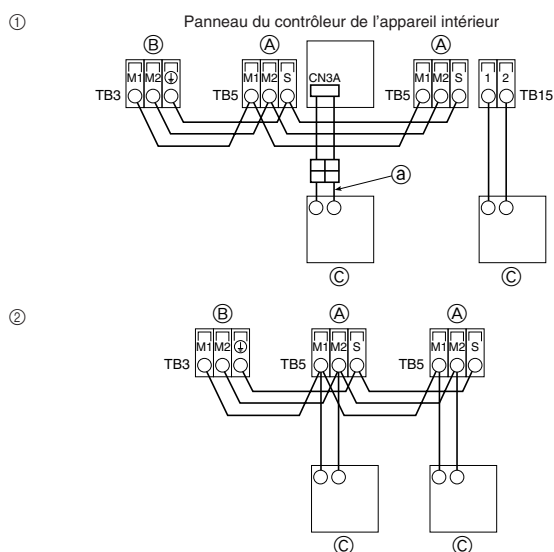

Fig. 7-2
7.2. Raccordement des câbles de la commande à distance et des câbles de transmission intérieurs et extérieurs (Fig. 7-2)
① Commande à distance MA
- ③ Câble de la commande à distance MA (ACCESSOIRE ⑨)
② Commande à distance M-NET